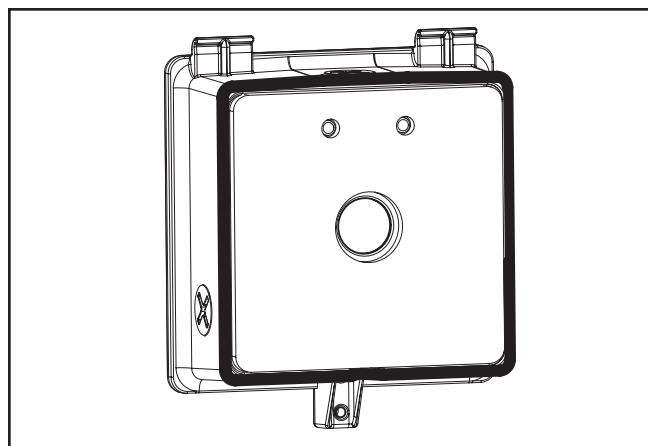

Figura 5.
**Nota:** El instalador debe aplicar compuesto de silicona alrededor de todo el perímetro de la caja trasera donde se une a la superficie de montaje. Esto creará un sello hermético entre la superficie de montaje y la caja trasera (Figura 5).